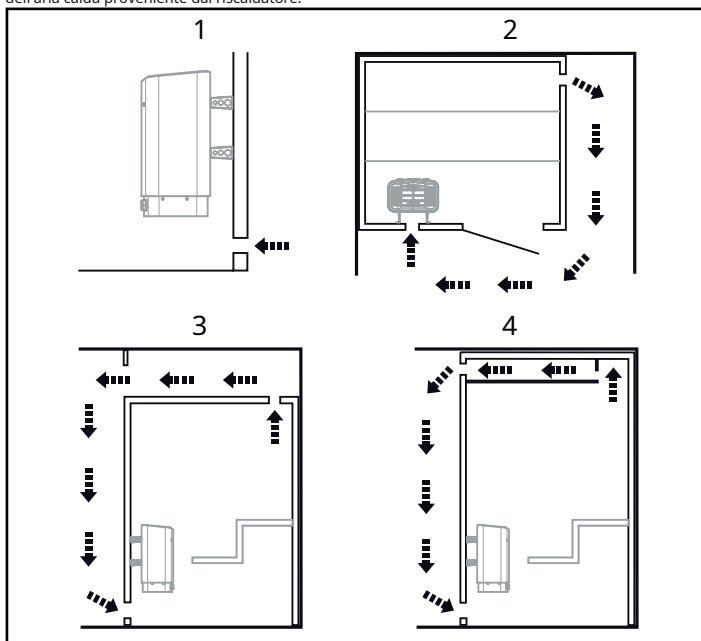

Figura 7: Posizionamento delle bocchette di aspirazione e scarico dell'aria
- alla massima distanza possibile dalla bocchetta di aspirazione dell'aria, ad esempio in diagonale (vedi Figura 7).
- in alto sulla parete o sul soffitto (vedi Figura 7).